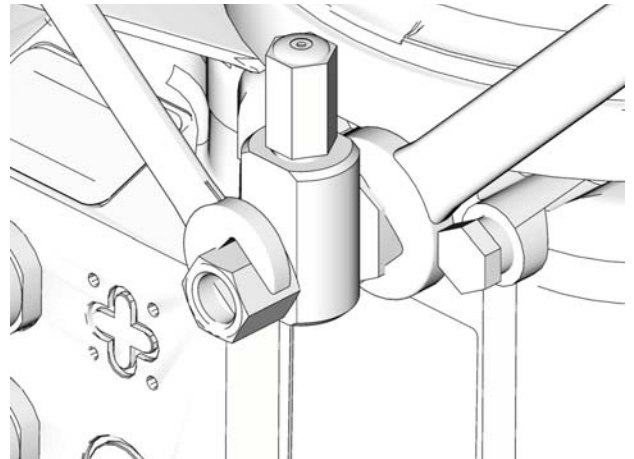

ABB. 17
1. Lösen Sie die Verschraubung vom Pumpenelement (ABB. 17).
3. Ziehen Sie die Pumpenelementverschraubung mit zwei gekonkerten Maulschlüsseln an (ABB. 17).